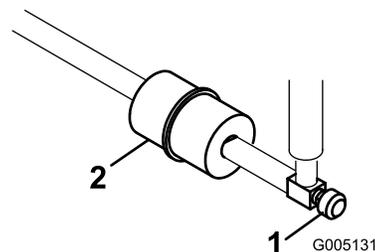

Figura 50
Nei tubi di alimentazione, tra il serbatoio del carburante ed il carburatore, è incorporato un filtro in linea (Figura 50). Sostituite il filtro ogni 800 ore o prima, qualora il flusso del carburante fosse ostacolato. Verificate che la freccia sul filtro sia diretta lontano dal serbatoio del carburante.
1. Chiudete la valvola di intercettazione del carburante, allentate la fascetta stringitubo dal lato carburatore e rimuovete il tubo di alimentazione dal filtro (Figura 50).
2. Collocate una bacinella di spurgo sotto il filtro, allentate la restate fascetta stringitubo e rimuovete il filtro (Figura 50).